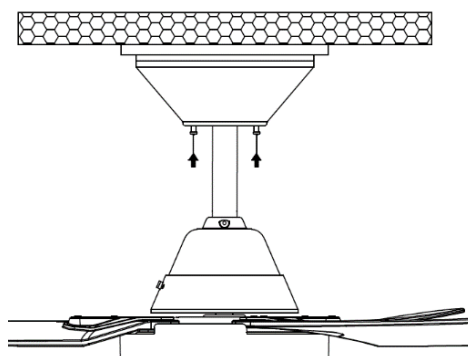

Fig. 8
- Cubra o suporte de fixação com a cobertura. Certifique-se de que a cablagem elétrica fica dentro da cobertura e que os fios não ficam danificados durante este passo. Fixe a cobertura com o suporte de fixação utilizando os parafusos fornecidos. (Fig. 8)